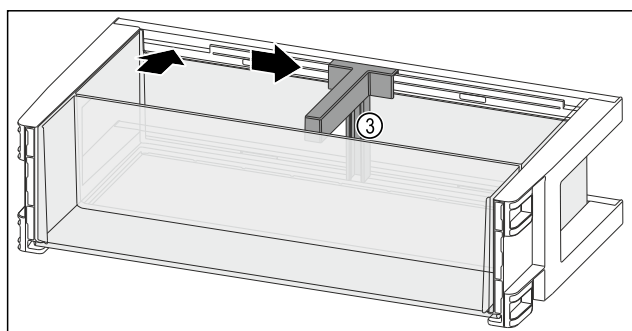

Fig. 99
- Držać za boce Fig. 99 (3) umetnite u otvor.
- Držać za boce Fig. 99 (3) pogurnite u željeni položaj na stranu.